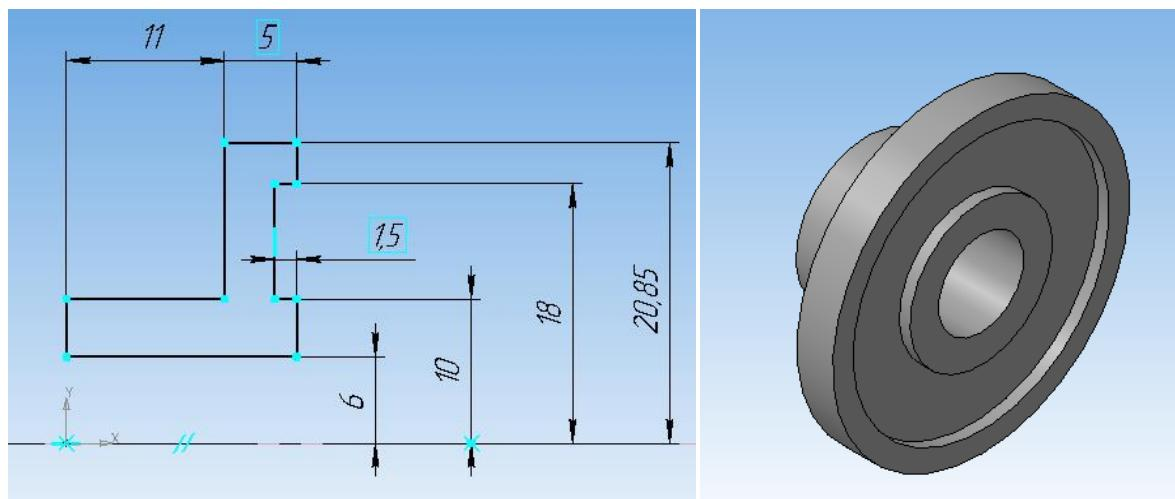

Рисунок 84.
2. Выберите команду «*Операция вращения*» и создайте объект (рисунок 84).